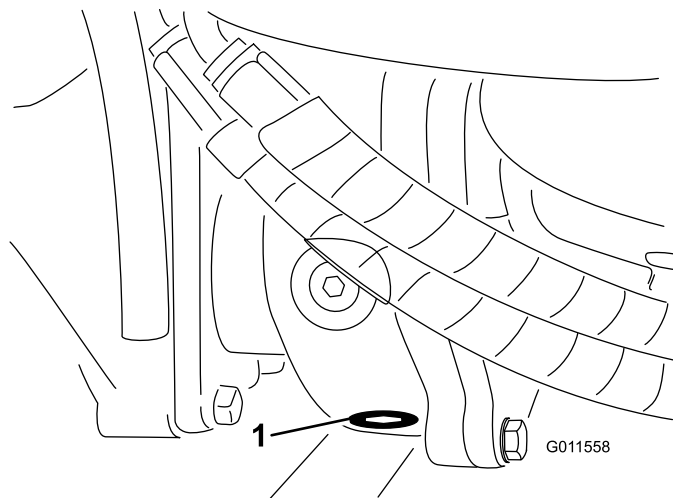

Рисунок 60
- Очистите область вокруг сливной пробки на нижней стороне редуктора (Рисунок 60).